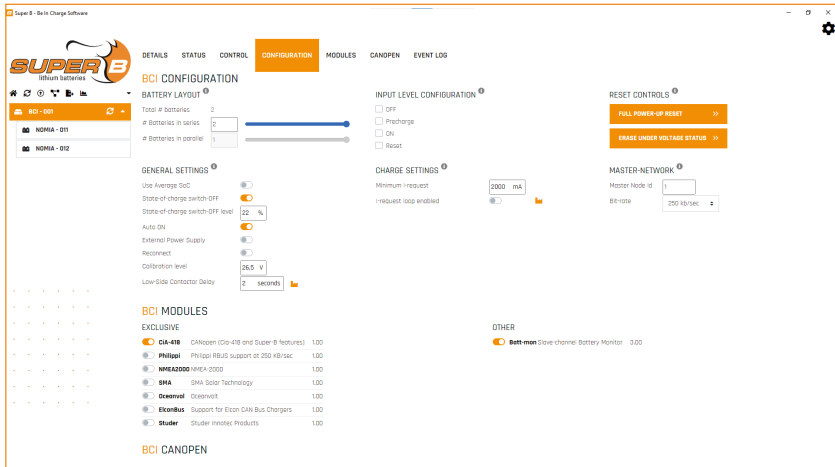

Figure 17. Configuration BCI
3. Pour pouvoir modifier l'identifiant du nœud de batterie, il est nécessaire de régler le niveau d'utilisateur sur 'Expert User' ou 'Integrator' (Figures 17 et 18).